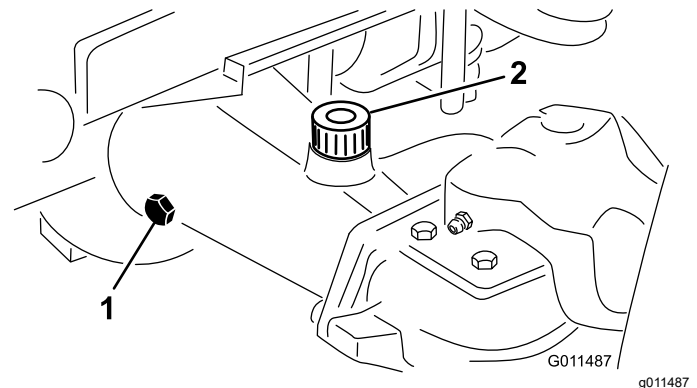

Figura 107
- Togliete il tappo di controllo dall'estremità del ponte e verificate che il lubrificante raggiunga la base del foro (Figura 107).